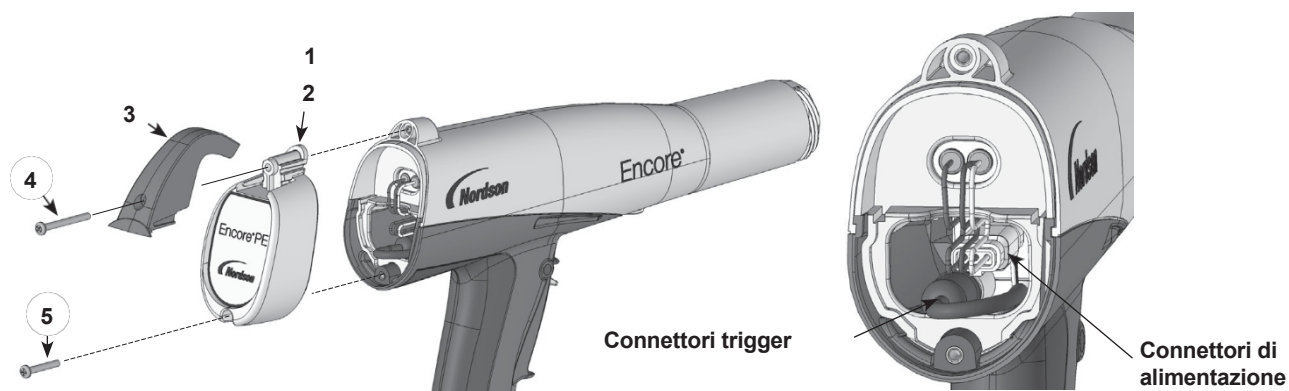

Figura 6-1 Smontaggio dell' e della pistola
5. Vedere la Figura 6-1. Installare il coperchio, l'alloggiamento e il gancio come mostrato.
2. Vedere la Figura 6-1. Rimuovere la vite inferiore (4) dall'alloggiamento.